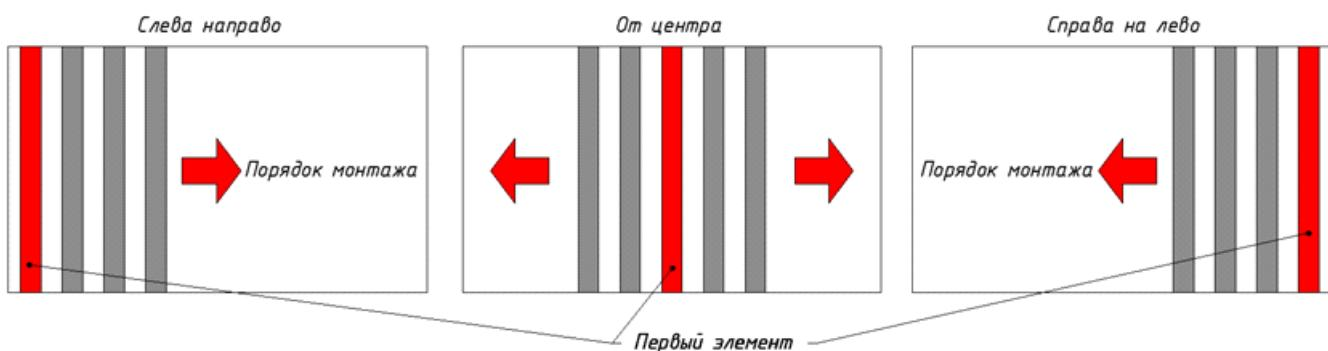

Рисунок 1. Порядок монтажа
1. Производится разметка стены. В зависимости от условий и требуемого результата, разметку для первого элемента производим либо с края стены, либо по центру (Рис.1)